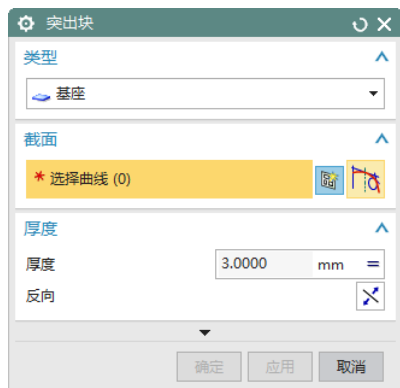

图 5-17 “突出块”对话框
(1) 选择“菜单(M)”→“插入(S)”→“突出块(B)”，或者单击“主页”选项卡“基本”面组上“突出块”按钮, 打开如图 5-17 所示“突出块”对话框。
(2) 单击“绘制截面”按钮, 选择 XC-YC 平面为草图绘制面, 绘制突出块特征轮廓